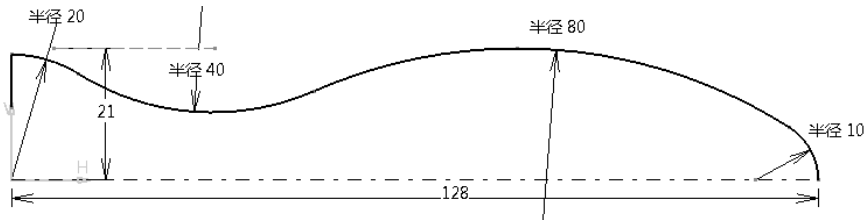

图 2-47 修改尺寸
2) 单击屏幕左下方的“尺寸约束”按钮，使其显示。单击“约束”按钮，标注与水平直线相切的中间线段（圆弧）的尺寸。双击各个尺寸并修改，结果如图 2-47 所示。选择菜单“文件” → “另存为”命令，系统弹出“另存为”对话框，选择保存的路径，在“文件名”中输入文件名 Part6，单击“保存”按钮即可保存此文件。